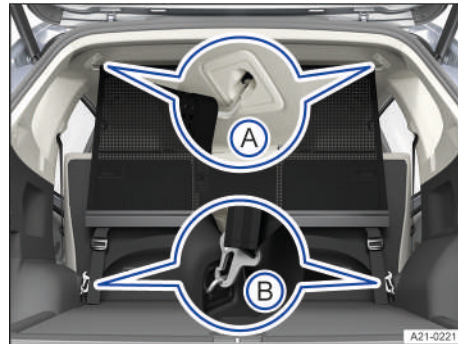

Fig. 205 En el maletero: montaje de la red de separación detrás del asiento trasero.
5. Enganche la red de separación en uno de los dos alojamientos del techo. → fig. 205 A
- Enganche la red de separación en el alojamiento opuesto del techo comprimiendo la varilla transversal → fig. 205 (A).
- Enganche los dos ganchos de la red de separación en las argollas de amarre del maletero y tense bien los cinturones de fijación → fig. 205 (B) → ▲.
- Desenganche los ganchos de la red de las argollas de amarre → fig. 205 (B).